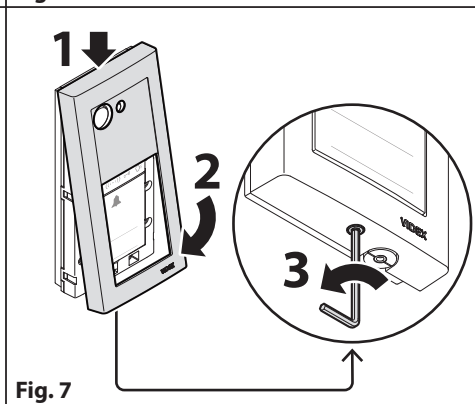

Fig. 7
6. Reassemble the frame placing it first on the top side, then fix again the fixing screw by turning it anti-clockwise (Fig. 7).
6. Rimontare la cornice posizionandola prima sul lato superiore, quindi avvitare nuovamente la vite di fissaggio in senso antiorario (Fig. 7).
6. Remontez le cadre en le positionnant d'abord sur la partie supérieure, puis fixez à nouveau la vis de fixation dans le sens inverse des aiguilles d'une montre (Fig. 7).
6. Zet het frame weer in elkaar door het eerst aan de bovenkant te plaatsen en draai vervolgens de bevestigingsschroef weer tegen de klok in (Fig. 7).
6. Vuelva a montar el marco colocándolo primero en la parte superior y, a continuación, vuelva a fijar el tornillo de fijación girándolo en sentido antihorario (Fig. 7).
6. Remonte a estrutura colocando-a primeiro na parte superior e, em seguida, fixe novamente o parafuso de fixação rodando-o no sentido anti-horário (Fig. 7).